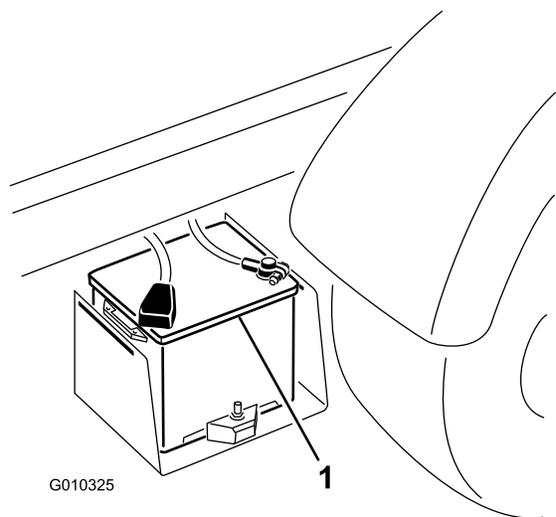

図 42
2. 2 台のバッテリーのプラス端子同士をブースタケーブルでつなぐ 図 42。